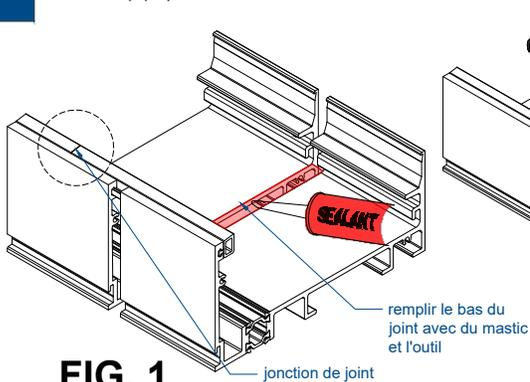

FIG. 1
- Étendre le joint du bulbe du récepteur 2 [50] au-delà du splice et sceller au joint adjacent. **Voir Fig. 1.**
- Étendre le joint du bulbe du récepteur 2 [50] au-delà du joint de raccordement et sceller au joint adjacent. **Voir Fig. 1.**